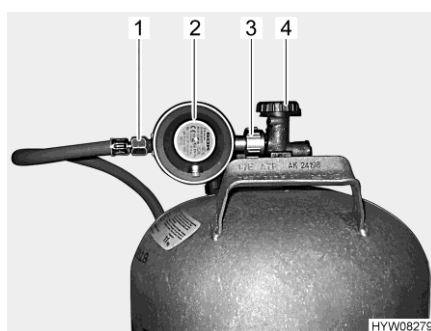

Fig. 66 Raccord bouteille de gaz
- Fermer le robinet principal (Fig. 66,4) de la bouteille de gaz. Observer le sens de la flèche.
- Maintenir le régulateur de pression du gaz (Fig. 66,2) et ouvrir la vis moletée (Fig. 66,3) (en général filetage à gauche).
- Retirer le régulateur de pression du gaz avec la lyre (Fig. 66,1) de la bouteille de gaz.
- Placer le régulateur de pression du gaz (Fig. 66,2) avec la lyre (Fig. 66,1) sur la bouteille de gaz et serrer la vis moletée (Fig. 66,3) (en général filetage à gauche). **Ne pas** serrer trop fort.